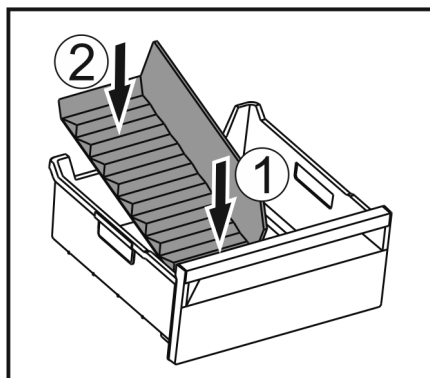

Fig. 176
- Vorderen Teil des Eisdüf-Trenners einsetzen. Fig. 176 (1)
- Hinteren Teil des Eisdüf-Trenners bis zum Schubfachboden absenken. Fig. 176 (2)